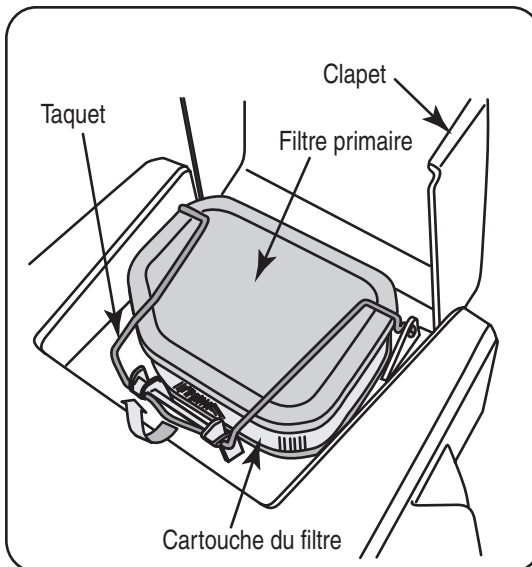

Figure 19
2. Débranchez le taquet et sortez le filtre primaire de la cartouche du filtre à air. Voir la Figure 19.
6. Faites pivoter le taquet sur le filtre et pressez pour le raccrocher. Voir la Figure 19.